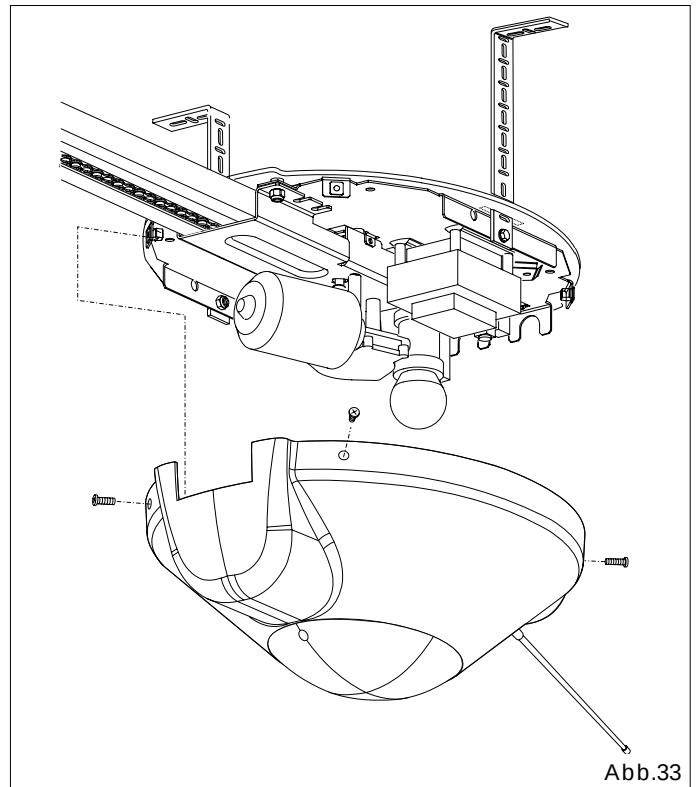

Abb.33
9.6 Das Gehäuse mit geeigneten Schrauben am Operator befestigen (Abb.33).